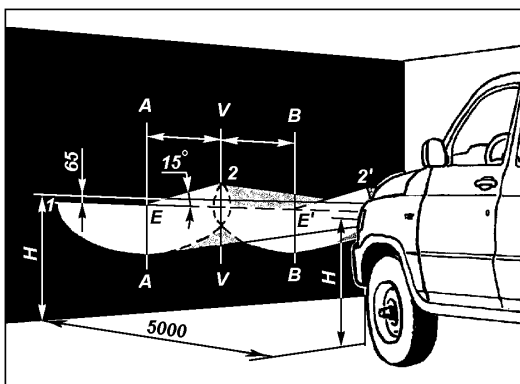

Рис. 9.43. Разметка экрана для регулировки фар:
1. Установите полностью заправленный и снаряженный автомобиль с нормальным давлением воздуха в шинах и нагруженным сиденьем водителя 750 Н (75 кгс) на ровной горизонтальной площадке на расстоянии 5 м от экрана со специальной разметкой (рис. 9.43).